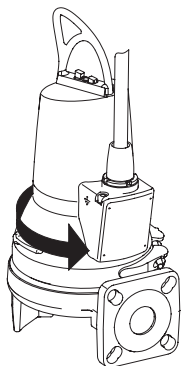

Рис. 7 Направление рывка
3. Если насос подключен правильно, рывок будет в сторону, противоположную правильному направлению вращения. См. рис. 7.